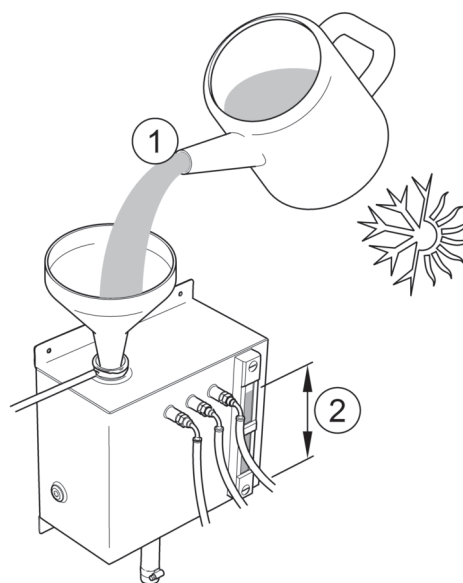

Figura 34
- 4 Riempire il serbatoio di espansione remoto con una soluzione composta da antigelo al 20% (figura 34 voce 1) in caso di condizioni di funzionamento normali (al 50% in caso di condizioni estreme) fino al livello massimo indicato sul vetro spia (voce 2).